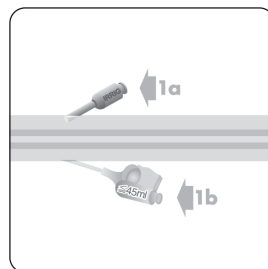

図7 抜去
11) シリコンチューブを直腸から抜去する場合は、シリンジを白色のバルーン膨張ポート（“≤45mL”と印字）に接続し、低圧保持バルーンから水又は生理食塩液をゆっくりと全て排除する（図7 1b）。低圧保持バルーンを収縮させた後シリンジを取り外して廃棄する。低圧保持バルーンが収縮しない、もしくは収縮しにくい場合はバルーン膨張ポートとチューブの接続部分を切り、バルーン内の水又は生理食塩液を排除する。シリコンチューブは可能な限り肛門に近い位置で保持し、肛門から静かに抜去する。